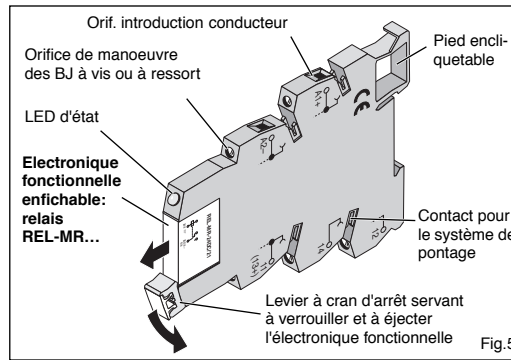

Fig.5
**3.1. Relais à contact inverseur (Fig.5/6)**